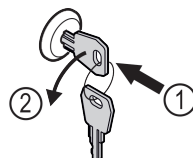

Fig. 170
- Insérer la clé. Fig. 170 (1)
- Tourner la clé à 90° dans le sens antihoraire. Fig. 170 (2)